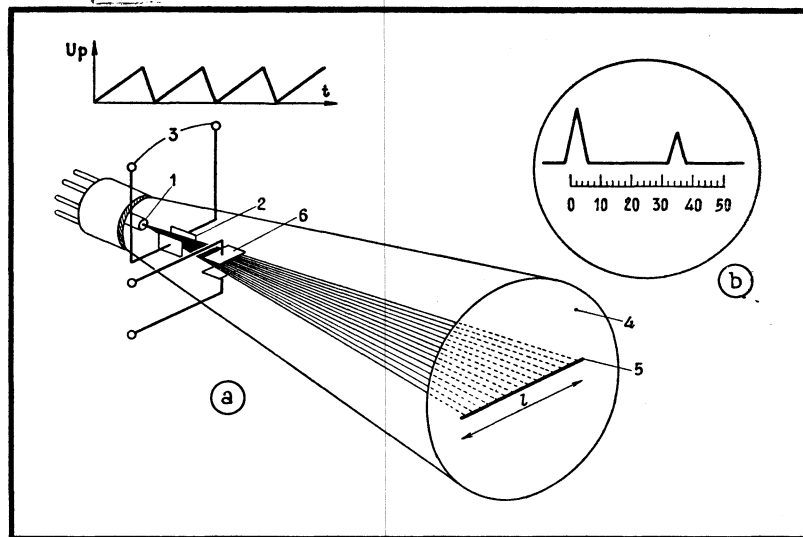

Fig. 129. — Structure d'un tube à rayons cathodiques et échelle des distances.
Reste à voir la façon dont nous allons pouvoir mesurer des intervalles de temps très courts, et c'est le tube à rayons cathodiques, représenté schématiquement sur la figure 129 a qui nous permettra d'effectuer cette opération. Le faisceau électronique, sortant du « canon électronique » (1), passe d'abord entre les **plaques de déviation horizontale** (2) auxquelles on applique une tension variable en dents de scie U_p (3). Pour chaque élévation de la tension U_p , le champ entre les plaques croît et le faisceau électronique dévie dans le plan horizontal. Lorsque la tension U_p diminue (brusquement), le faisceau reprend sa position initiale.
Le tube à rayons cathodiques possède une seconde paire de plaques (6) permettant de réaliser la **déviations verticale** du faisceau électronique, grâce à l'action du champ créé entre ces plaques par la tension qu'on leur applique. Supposons alors qu'une première impulsion est appliquée aux plaques (6) au moment où la station envoie une impulsion de « sondage » vers l'avion « localiser », et qu'une seconde impulsion, appliquée à ces mêmes plaques, coïncide avec le retour de l'impulsion de sondage. Si le temps que le faisceau électronique met pour couvrir la distance l (fig. 129 a) est inférieur à l'intervalle séparant les deux impulsions successives, nous verrons apparaître sur l'écran du tube deux repères analogues à ceux de la figure 129 b. Comme le temps séparant l'impulsion émise de l'impulsion réfléchie est proportionnel à la distance station-avion, on peut tracer sur le verre de l'écran (ou sur un petit « transparent » placé devant ce dernier) une échelle graduée directement en kilomètres, ce qui permet de lire directement la distance que l'on cherche à déterminer.